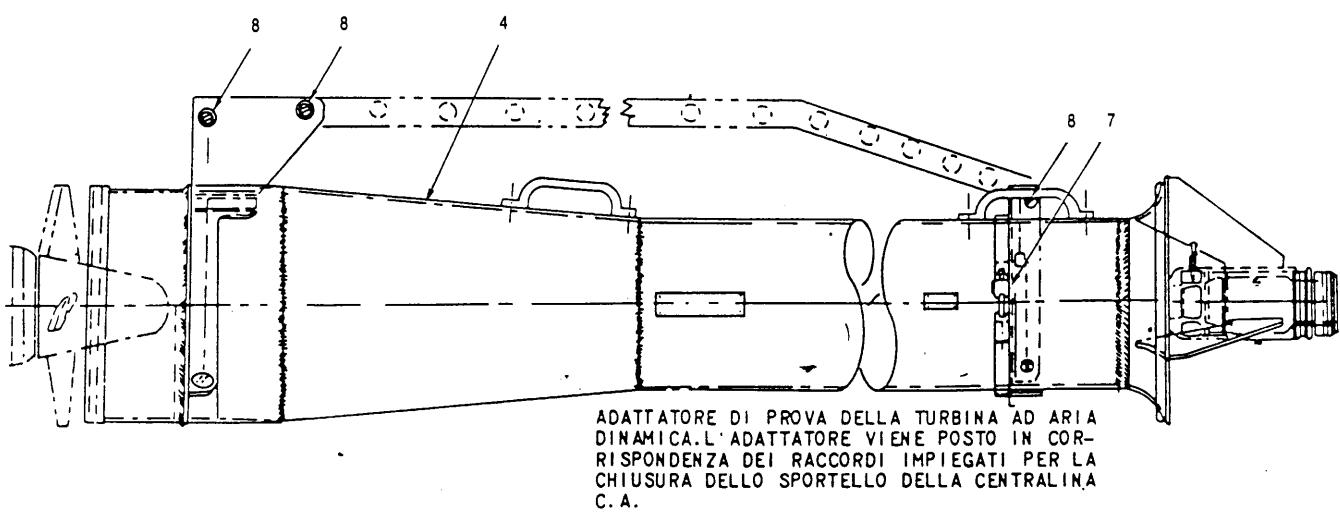

Fig. 3-20. Dispositivo di prova turbina ad aria dinamica.
3-75. APPARATI DI PROVA ED ATTREZZATURA SPECIALE. Gli apparati di prova necessari per le prove funzionali della turbina di aria dinamica (impianto di alimentazione elettrica ed idraulica di emergenza) includono il banco prova idraulico. Gli attrezzi speciali addizionali e gli apparati di prova sono indicati nella tabella 3-1, la loro applicazione è descritta nella fig. 3-20.
3-76. PROVA DELLA TURBINA AD ARIA DINAMICA (vedere fig. 3-20). La seguente procedura deve essere usata per eseguire il controllo funzionale della turbina ad aria dinamica (Impianto alimentazione idraulica ed elettrico di emergenza).
k. Collegare l'adattatore P/N 99U-B2190 al dispositivo di controllo tensioni P/N 790391-99U-152F ed al connettore AC/DC Test Connector nella centralina c.a. (vedere fig. 3-20).
u. Collegare l'adattatore per la prova della turbina allo sportello della centralina c.a. (vedere fig. 3-20).